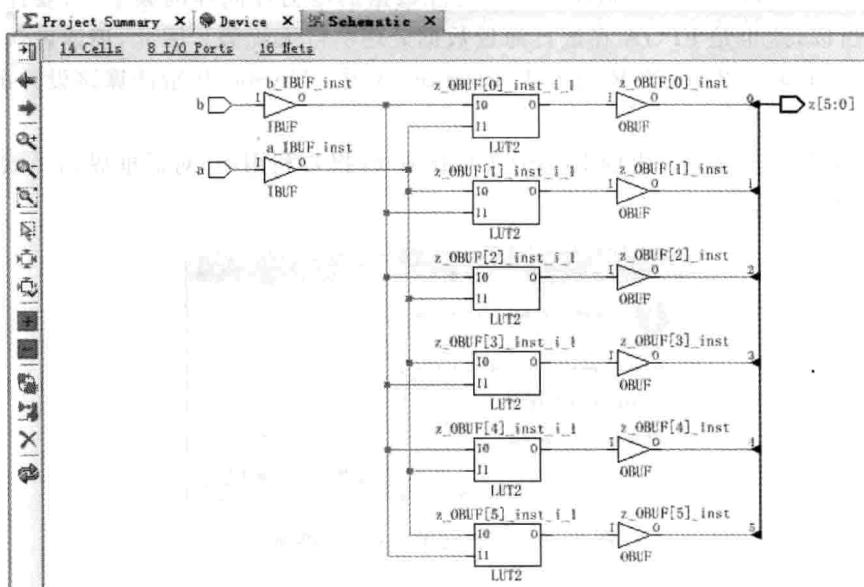
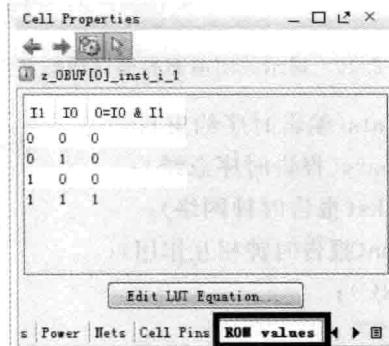

图 2.28 该设计的完整网表结构
图 2.29 LUT 的内部映射关系
(8) 如图 2.28 所示,显示了该设计的综合后的网表结构。
(9) 查看每个 LUT 的内部映射关系。在图 2.28 内分别选择相应的 LUT,总共 6 个 LUT。先选择最上面的一个 LUT。如图 2.29 所示,在 Vivado 源窗口下方的 Cell Properties 窗口中,选择 ROM Values 标签,可以看到逻辑表达式  $0=I_0 \& I_1$ 。图 2.29 给出真值表映射关系。